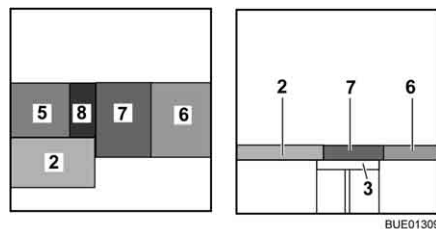

Fig. 129 Dopo la trasformazione
- Posizionare il cuscino del divano (Fig. 129,7) al centro.
- Posizionare il cuscino dello schienale (Fig. 129,6) tra il cuscino del divano e la parete.